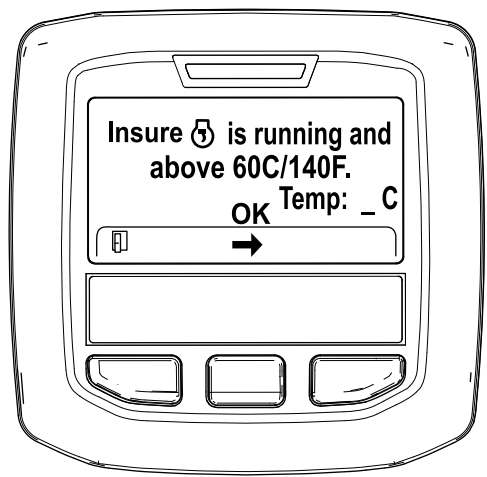

図 41
5. 冷却液の温度が 60°C (140°F) 未満の場合には、Insure is running and above 60C/140F” エンジン作動と冷却水を確認と表示される 図 41。